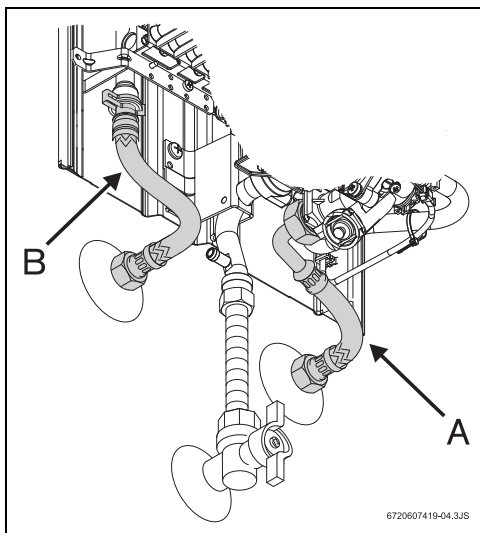

Рис. 11 Подключение водопровода
- ▶ Следить за тем, чтобы при подключении не перепутать место подсоединения водопровода холодной воды (рис. 11, [поз. А] - не поставляется с оборудованием) с местом подсоединения водопровода горячей воды (рис. 11, [поз. В]).